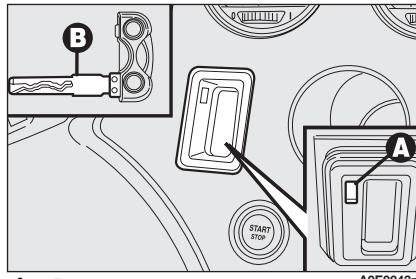

fig. 1
- introduzca la pieza metálica **B-fig. 1** de la llave electrónica en la ranura **A**;
ADVERTENCIA No introduzca en la ranura **A-fig. 1** otros objetos que no sea la pieza metálica **B** de la llave electrónica.